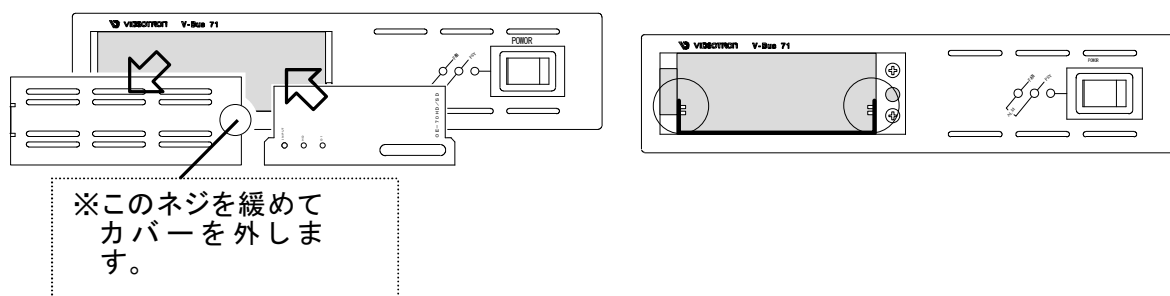

図2-5 メインモジュールの着脱 I
1) メインモジュールは筐体内のスリットの間(図2-5丸の部分)に、確実に挿入します。